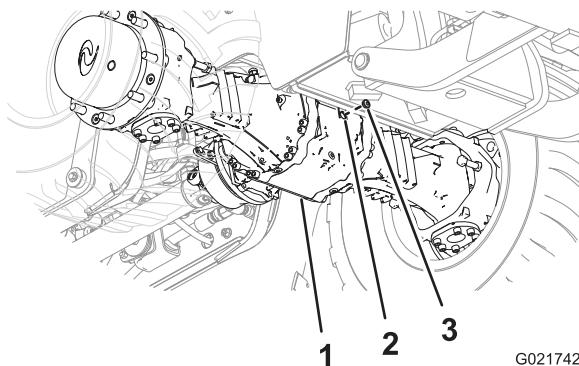
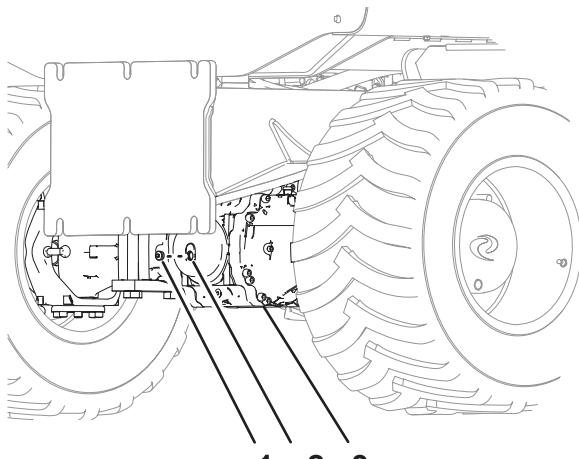

Figure 66
Figure 67
3. Regardez par l'orifice du bouchon-indicateur pour vérifier que l'huile dans le pont atteint le bas du filetage de l'orifice (Figure 66 et Figure 67).
6. Revissez le bouchon-indicateur dans l'orifice du carter des pignons du pont (Figure 66 et Figure 67).